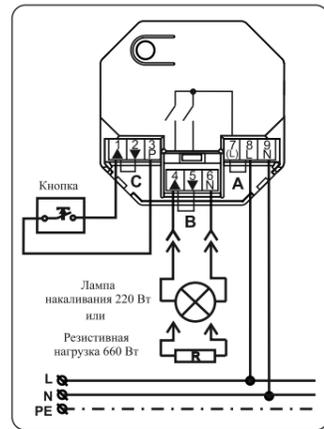

Рисунок 3 – Схема подключения Nero 8013 UPM к осветительным приборам и электрической нагрузке
- снять перемычку между контактами 8 и 7 Nero 8013 UPM (см. рис. 3);
- Установить перемычку (обозначение «В», см. рис. 3) между контактами 4 и 5 устройства.